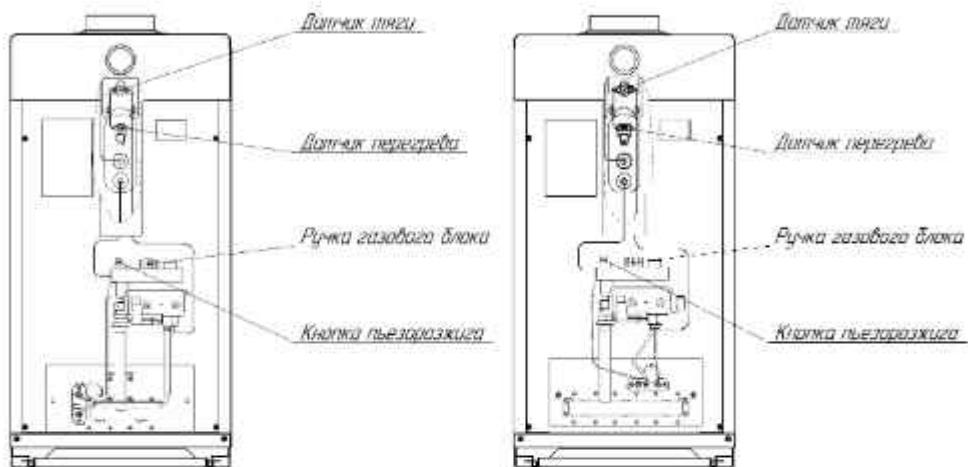

Рисунок 8 - Особенности аппарата с газовым блоком 710 MINISIT.
6.10 Порядок включения аппарата с газовым блоком 710 MINISIT (рис.8,9):